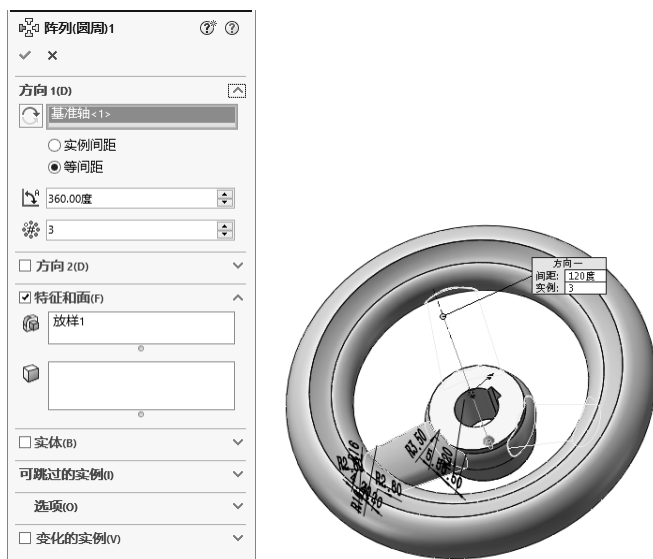

图 3-59 圆周阵列
⑪ 显示临时轴。选择菜单栏中的“视图”→“隐藏/显示(H)”→“临时轴”命令, 在绘图区显示临时轴, 为圆周阵列特征作准备。
⑫ 圆周阵列。单击“特征”控制面板中的“圆周阵列”按钮, 弹出“阵列(圆周)”属性管理器, 选择圆轮的旋转临时轴作为阵列轴, 在“实例数”文本框中设置实例数为 3, 单击“要阵列的特征”选项框, 然后在绘图区选择放样特征作为要阵列的特征, 其他选项设置如图 3-59 所示; 单击“确定”按钮, 创建圆周阵列特征, 完成轮辐的创建。